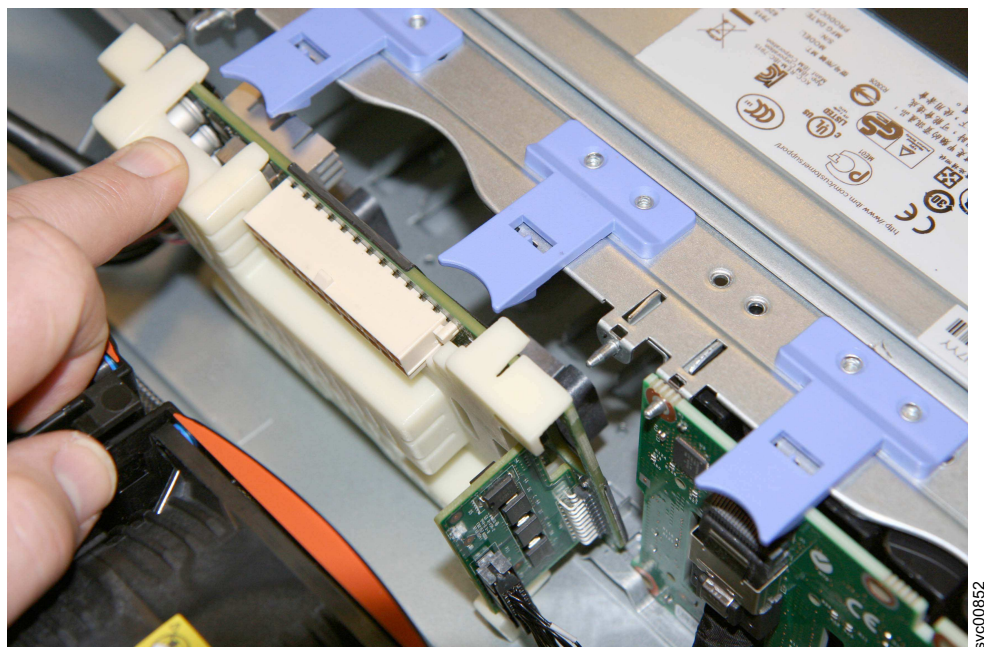

図 159. バッテリー・バックプレーンの取り外し
1. 210 ページの図 159 に示すように、ロック・タブを上げて、バッテリー・バックプレーンを少し後方に引いてシャーシから持ち上げます。